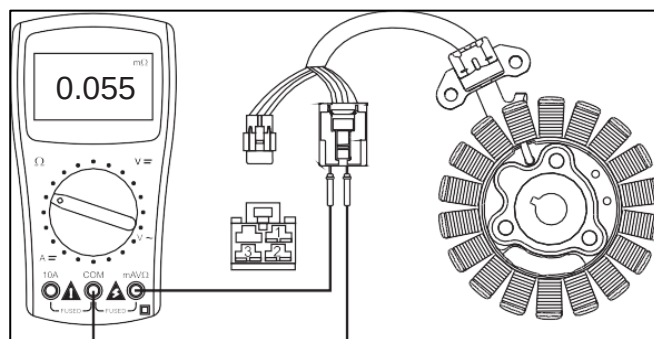

Fig. 5.13
- Un cable amarillo (Y), uno negro (B) y uno rojo (R) salen del plato de bobinas (Estator).
- Conecte el cable "+vo" del multímetro al cable amarillo (Y) y el cable "-vo" al cable rojo (R) del plato de bobinas y mida la resistencia. (Fig. 5.13)